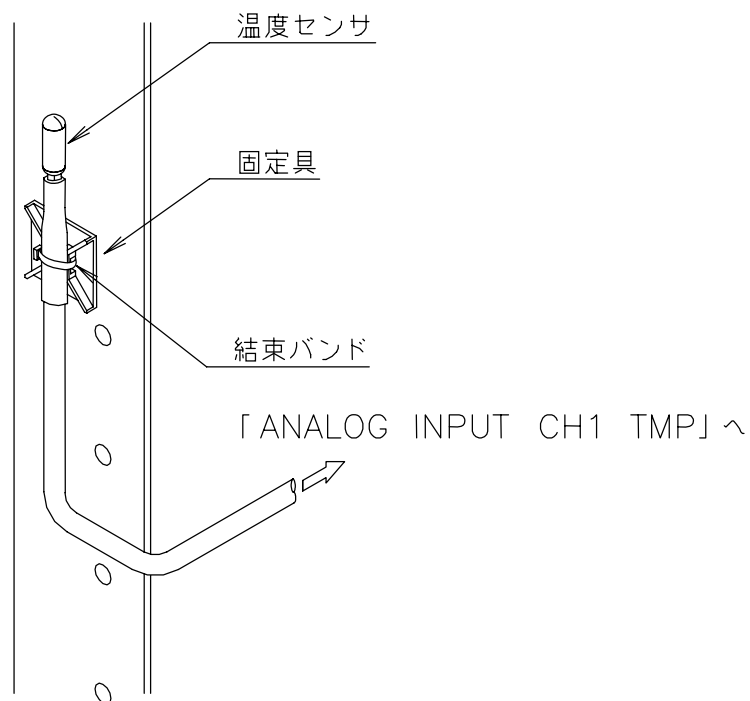

図4 温度センサの取付
- (3) 付属の温度センサを「ANALOG INPUT」アナログ入力用コネクタのCH1に接続します。
- (4) 付属の結束バンドを使用して、温度センサをラックに固定します。（図4参照）